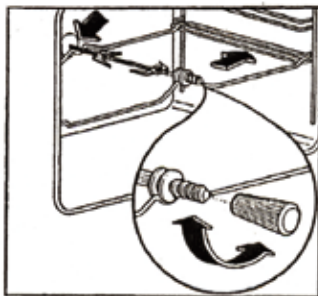

Рис. 5.
- после завершения готовки привинтите ручку вертела и выньте его из духовки. (рис. 5).